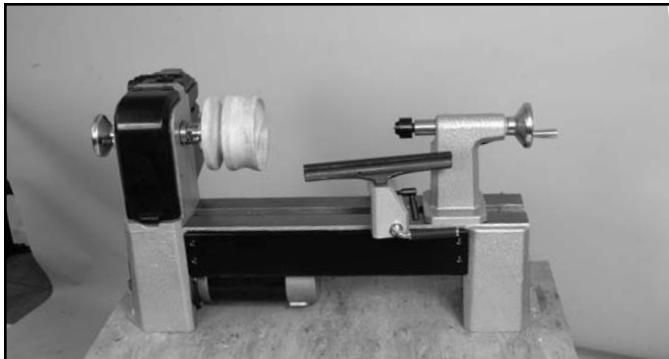

Fig. 25
**Se muestra el montaje de una taza típica** en la Fig. 25. Las piezas de trabajo pueden montarse en la placa frontal a través de los cuatro orificios de la misma usando tornillos apropiados para el tipo de madera que desea tornearse.